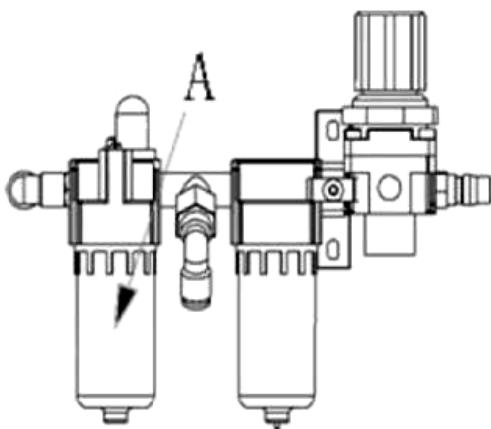

Рис. 13-1
**Каждый месяц** смазывайте направляющие зажимных кулачков. Проверяйте уровень масла в лубрикаторе. При необходимости добавляйте масло в резервуар «A» (рис. 13-1). Используйте только масло, которое имеет вязкость ISO VG и класс ISO HG для смазки линии подачи сжатого воздуха.